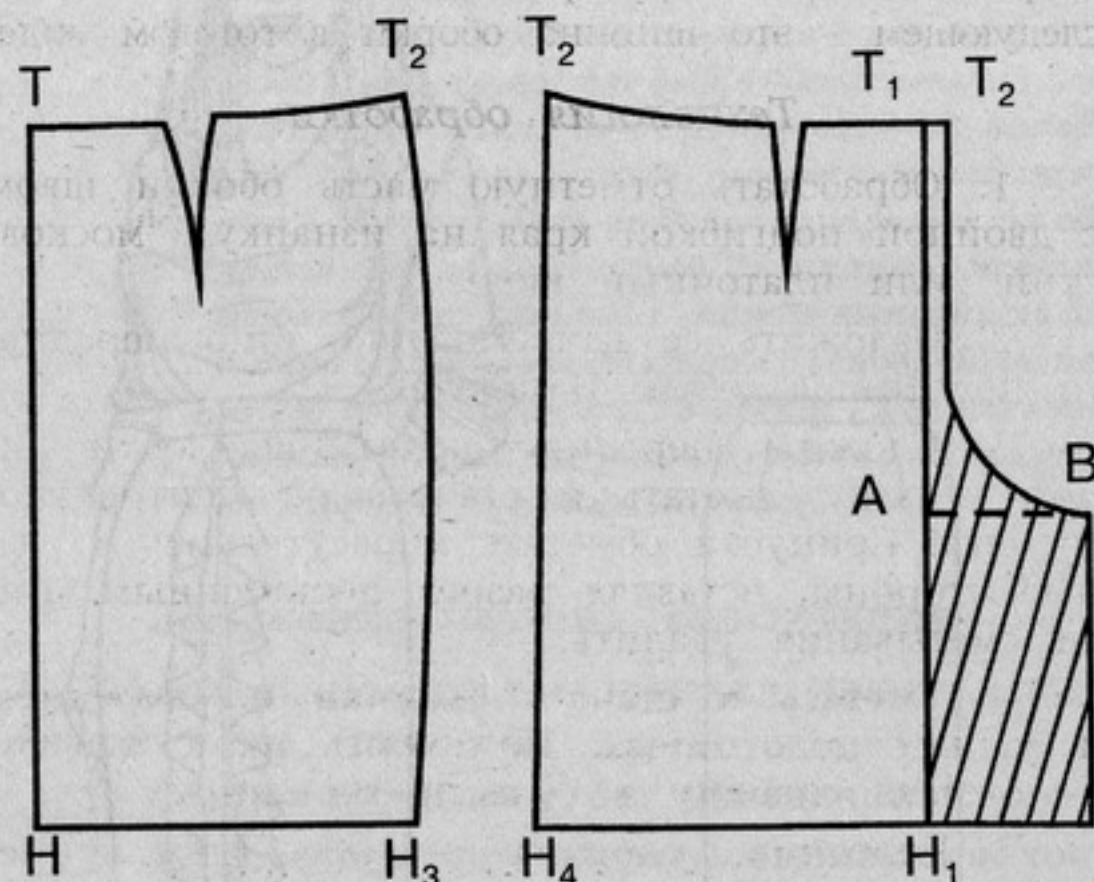

Рис. 123. Чертеж выкройки прямой юбки с оборкой "кокилье"
5. Соединяем точку T_1 с точкой В плавной кривой (сама складка на рис. 123 показана штриховкой).